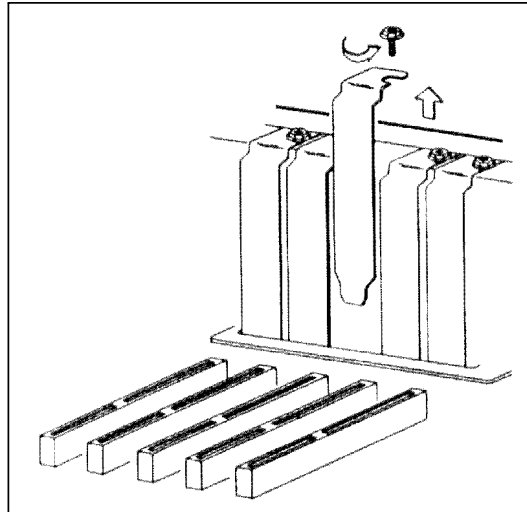

Figure 1
- ♦ Retirez la plaque de protection de l'un des emplacements libres du BUS ISA (Voir figure 1) .